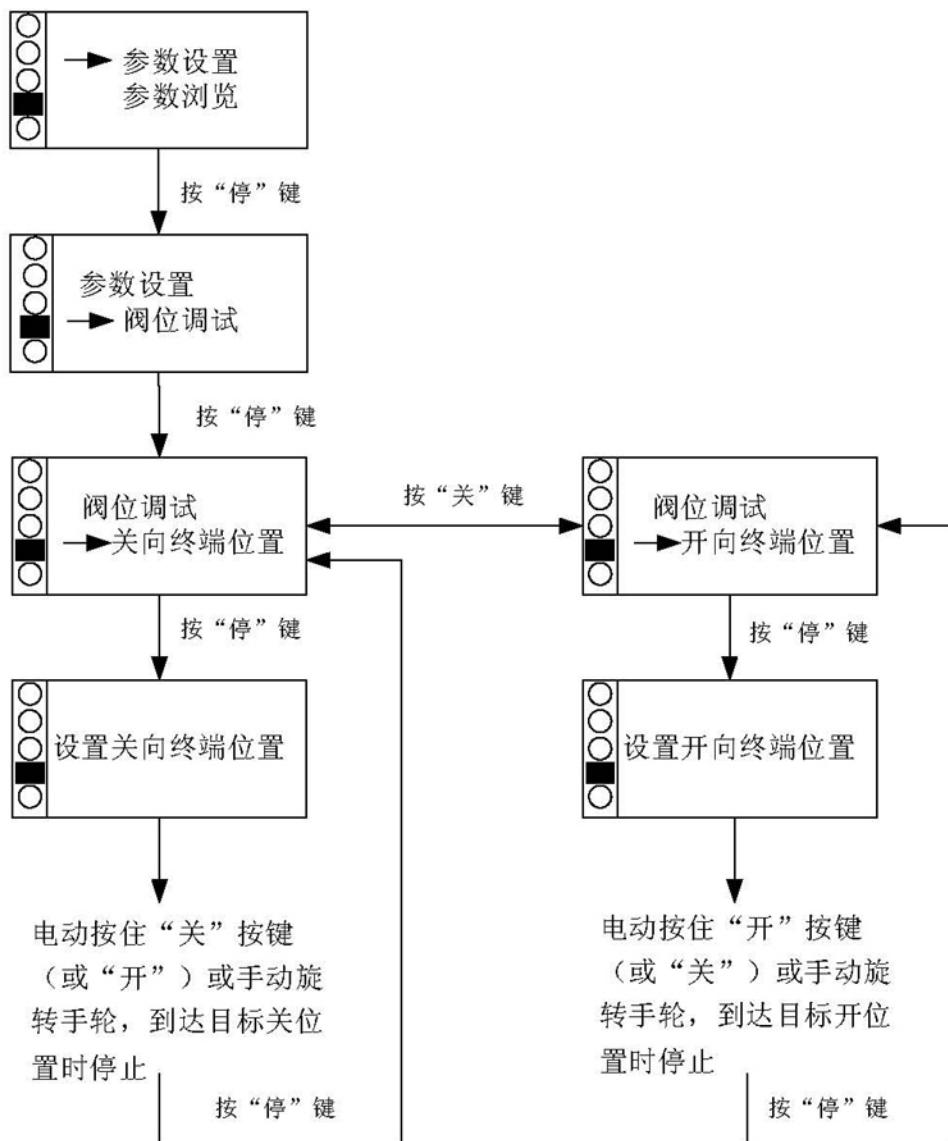

图2 阀位调试流程图
按照图 2 的方法设置完用户终端阀位之后，将设置状态切换至远方操作，设置流程图如下；
- 按照图 2 的方法设置完用户终端阀位之后，再按照图 3 方法将设置状态切换至就地操作；